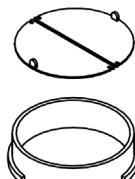

Рис.2
Если предполагается, что вытяжка будет работать в режиме отвода воздуха, то необходимо приобрести в специализированном магазине гибкий или пластиковый шланг с внутренним диаметром 120 мм. Кухонная вытяжка выбрасывает загрязненный кухонный воздух из помещения наружу при посредстве специального воздуховода, один конец которого нужно одеть на переходной фланец (Рис. 2), а второй конец вывести в вентиляционное отверстие в стене.
- установить переходной фланец на выходное отверстие кухонной вытяжки (Рис. 2),